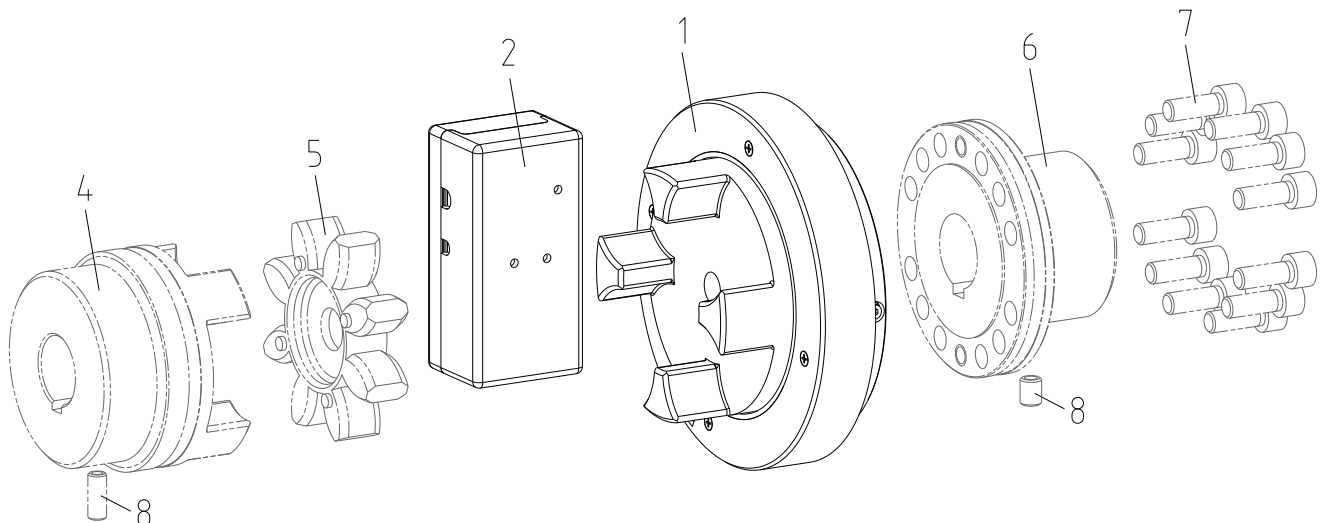

Bild 3: MONITEX® BT-Messkupplung
1) nicht grafisch in Bild 3 dargestellt